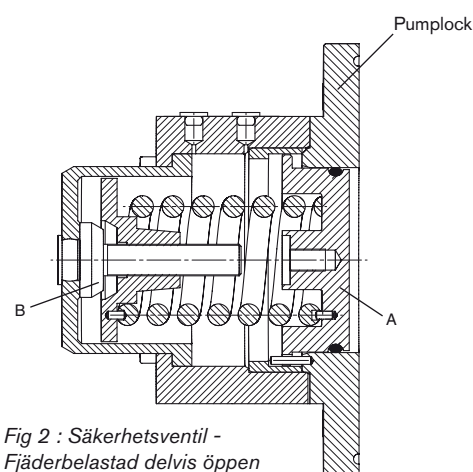

Fig 2 : Säkerhetsventil -
Fig. 2 återger ventilen delvis öppen. Mediets tryck inuti locket har tvingat ventilhuvudet (A) åt vänster mot fjäderkraften.